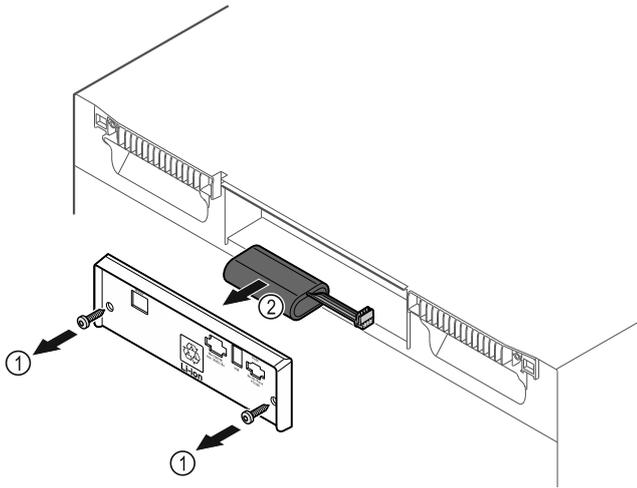

Fig. 235
- Ξεβιδώστε τις βίδες και αφαιρέστε το κάλυμμα στην πίσω πλευρά της συσκευής Fig. 235 (1).
- Αποσυνδέστε και τραβήξτε έξω την μπαταρία Fig. 235 (2).